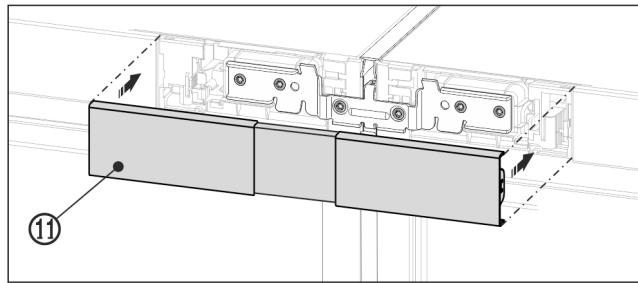

Fig. 24 Shembull ilustrues
- ▶ Futni me ngecje kapakun mbulues Fig. 24 (11) të sipërm në hapësirën e ndërmjetme ende të hapur të të dy shiritave të paneleve të komandimit. Bëni kujdes që anët e jashtme të kapakut mbulues të myllen rrafsh me shiritin e panelit të komandimit.